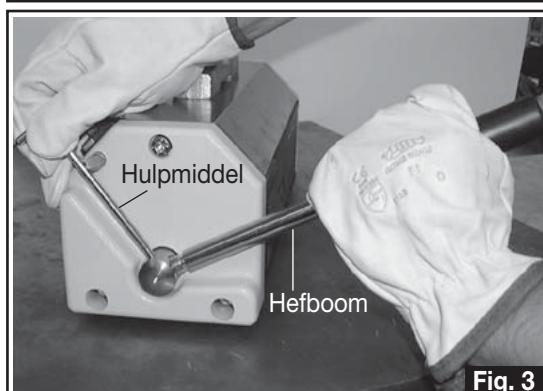

Fig. 3
- D) Steek dan de hefboom in het daarvoor bestemde schroefgat en draai deze stevig vast (Fig. 3).